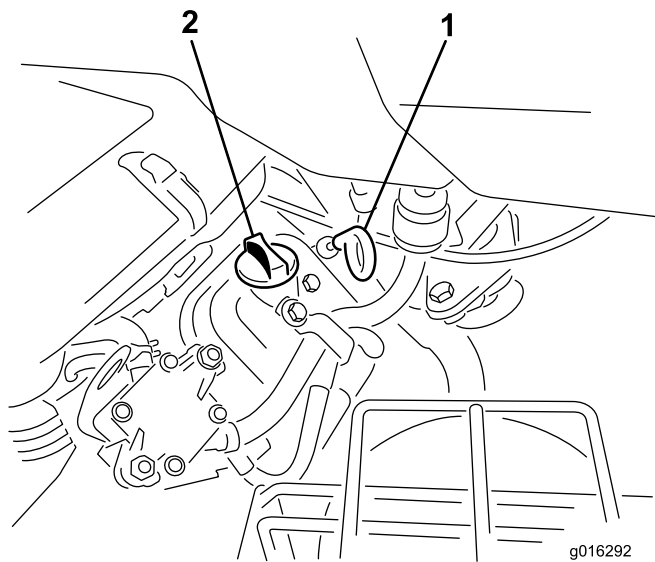

Figura 28
2. Svitare l'asta di livello e asciugarla con un panno pulito. Avvitare l'asta di livello nel relativo tubo e assicuratevi che sia fissata saldamente (Figura 28).